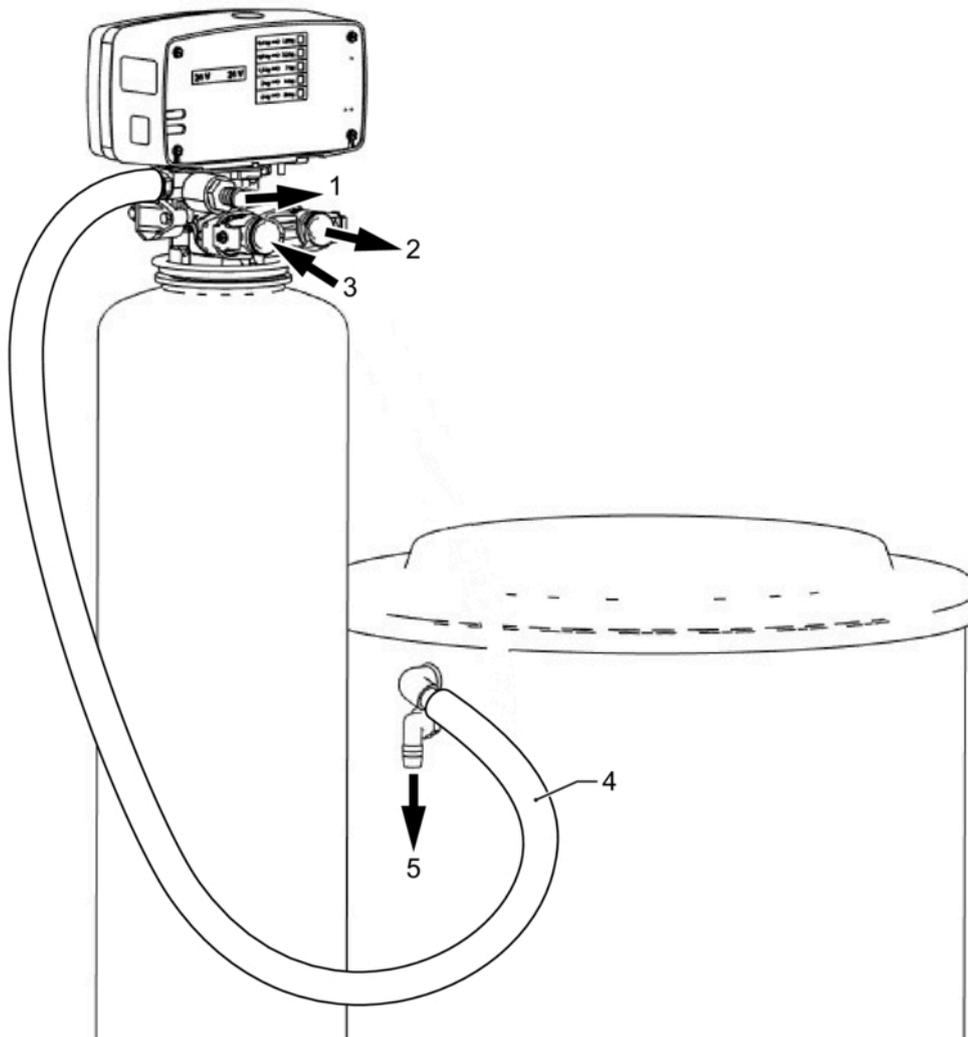

Abb. 3: Wassernetz Anschluss JM Z-HW
Anlage wie beschrieben (siehe Abbildung 3) anschließen und dabei folgendes beachten:
3. Soleschlauch am Zentralsteuerventil sowie am Salzlöse- und Vorratsbehälter anschließen (siehe Abbildung 3).